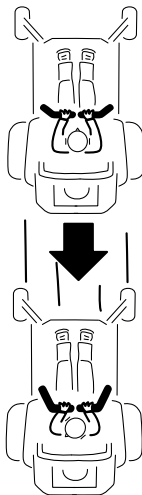

Bild 20
Wenden Sie zum Geradeausfahren auf beide Fahrtrienbshebel denselben Druck an (Bild 20).
2. Zum Rückwärtsfahren sollten Sie nach hinten und auf den Boden schauen und die Fahrtrienbshebel langsam nach hinten ziehen (Bild 20).